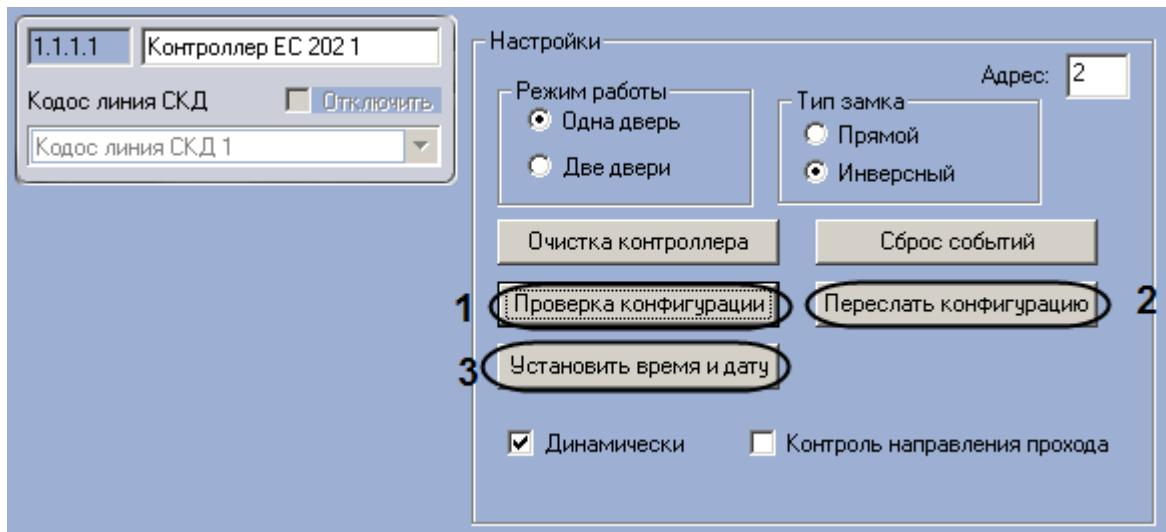

Рис. 3.5—5 Настройка конфигурации контроллера EC 202
2. Нажать на кнопку **Проверка конфигурации** (см. Рис. 3.5—5, 1). В случае отсутствия или некорректности данных, необходимых для работы устройства, которому соответствует настраиваемый объект, на экран пользователя будет выведено диалоговое окно с соответствующим сообщением.
3. Для пересылки в контроллер информации о пользователях, картах доступа и временных зонах необходимо нажать на кнопку **Переслать конфигурацию** (см. Рис. 3.5—5, 2).